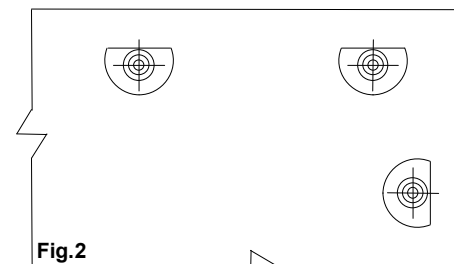

Fig.2
5. Aligner les attaches montées de telle manière que les bords droits des attaches sont parallèles au bord extérieur de la tôle larmée (Fig. 2)